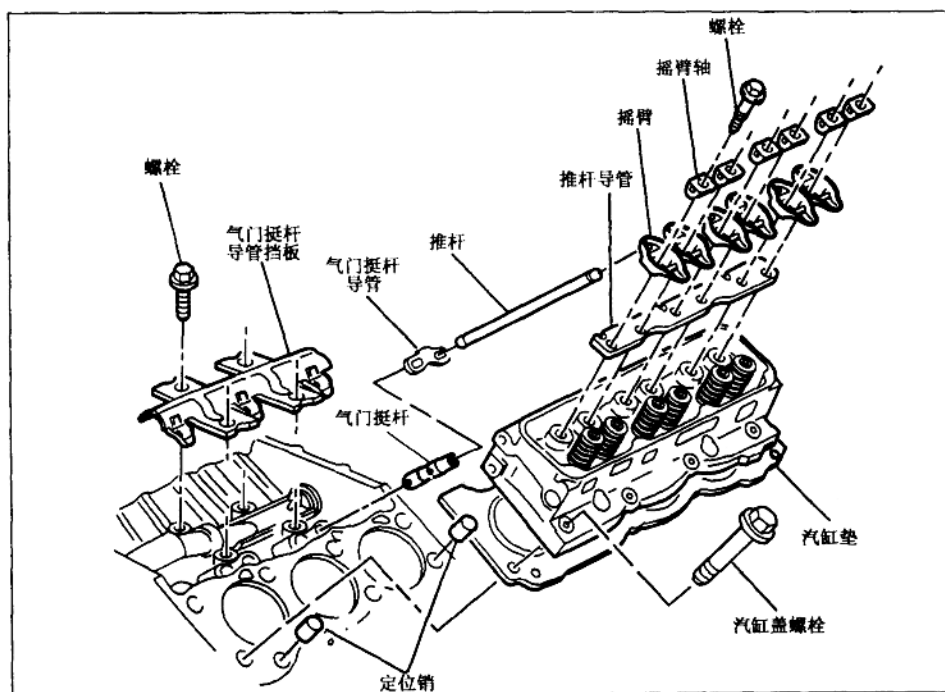

图 1-1-8 3.8L 发动机摇臂及其部件分解
②拆下汽缸前罩盖,拆下发电机支架和高压线。
③拆下汽缸后罩盖,松开动力转向泵螺栓,将带软管的动力转向泵移至一旁,拆下动力转向泵支架。
④拆下汽缸盖,拆下摇臂主轴,拆下摇臂及其部件。摇臂及其部件分解见图 1-1-8。